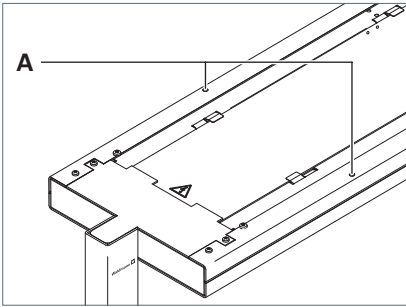

Fig. 11: Leuchtenkopf justieren.
- Um den Leuchtenkopf anzuheben, drehen Sie die Justierschrauben **A** gegen den Uhrzeigersinn, siehe Fig. 11.